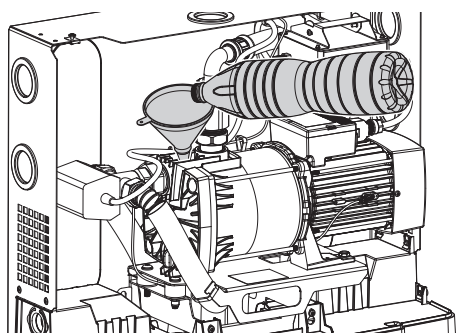

Fig. 22: Napełnianie pompy
2. Napełnić pompę przez lej czystą wodą (Fig. 22).